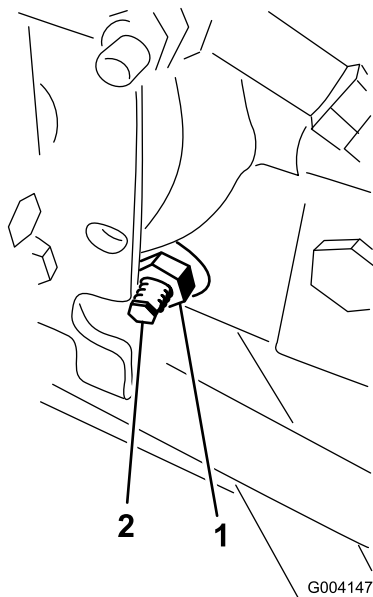

図 89
3. ハイドロスタットの右側にあるトラクション調整カムのロックナットをゆるめる 図 89。